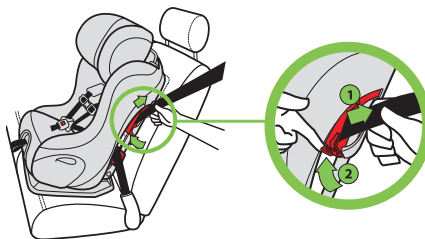

Figure 98
- Lors de l'utilisation d'une ceinture baudrier/sous-abdominale : tout en maintenant la ceinture du véhicule serrée, verrouillez le dispositif de blocage pour l'orientation vers l'avant, tel qu'illustré dans la **Figure 98**.